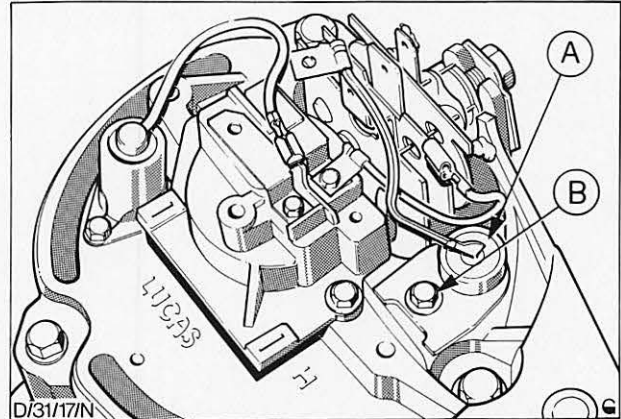

Abb. 42 Überspannungsschutzdiode ausbauen
5. Überspannungsschutzdiode, A in Abb. 42, entfernen.